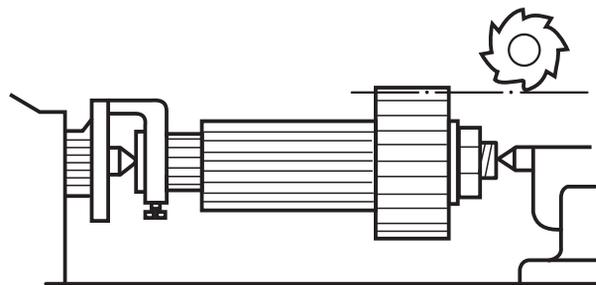

Fig. 9
- c) Pare la máquina y retroceda manualmente la mesa a su posición inicial. (Fig. 9).